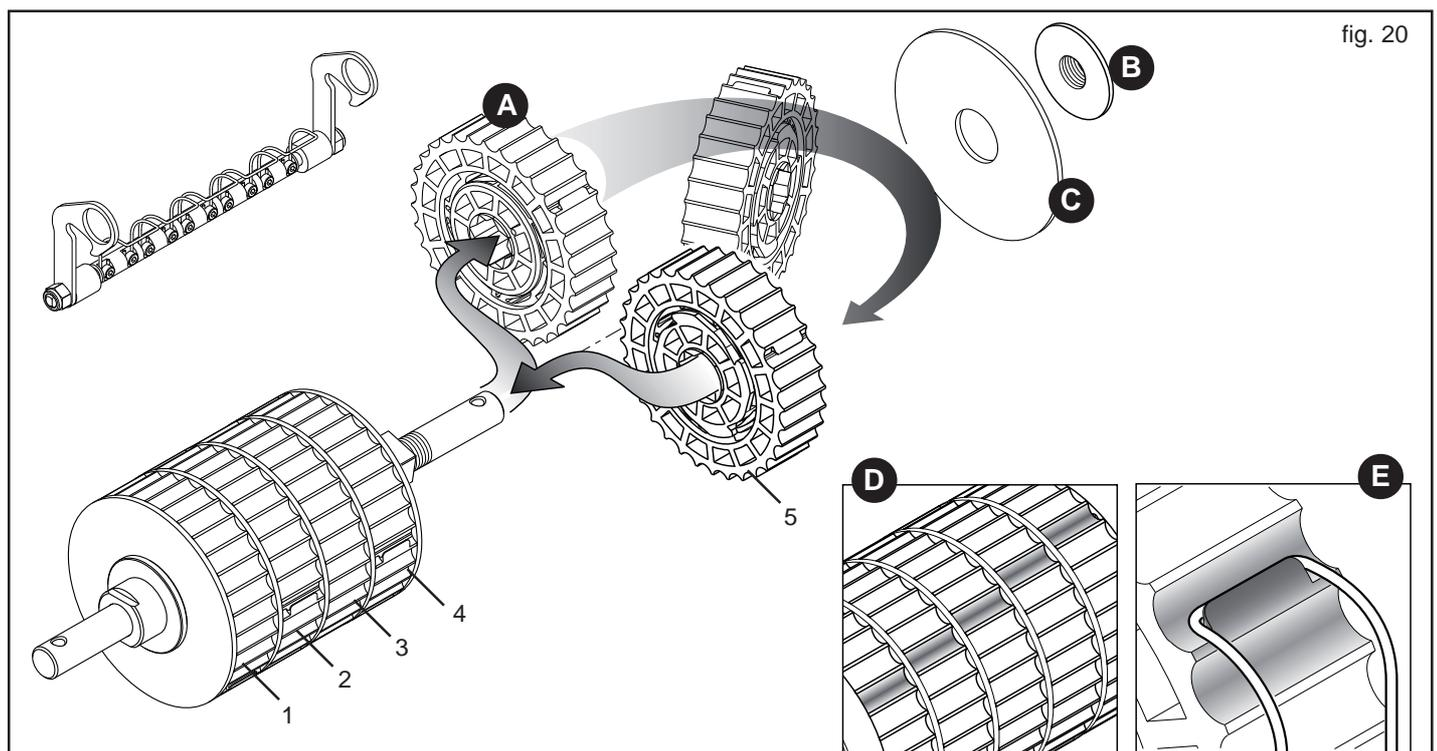

fig. 20
D'abord, pour chaque secteur (A, Fig. 20) qui distribue le 20% de produit de l'ensemble distributif, il est possible d'augmenter les secteurs en travail et de réduire la vitesse de rotation de la boîte de vitesse, en obtenant une distribution homogène.
Après avoir démonté le roulement de dosage de l'équipement, utiliser la clé en dotation pour dévisser la pommelle (B, Fig. 20) et enlever l'embout de blocage (C). Ôter le secteur ou les secteurs à activer et monter renversés de 180° en **respectant les positions** (1-2-3-4-5, Fig. 20).
Pour monter les secteurs, faire de façon que ceux qui sont actifs présentent les gorges distributives ne soit pas alignées (D, Fig. 20), pour garantir la continuité de la distribution. Monter l'embout de blocage, serrer la pommelle avec la clé en dotation et monter le roulement sur l'équipement.
Bloquer l'élément nettoyeur dans la position de travail, en vérifiant que les ressorts crochètent les respectifs secteurs exclus (E, Fig. 20) en bloquant la rotation et donc la distribution.